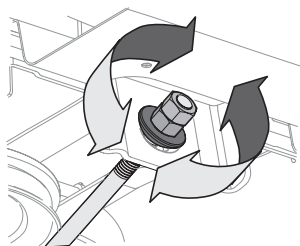

Figure 37
4. Pour **relever** l'avant du plateau de coupe, desserrez l'écrou supérieur, puis serrez l'écrou inférieur (tournez vers la droite) (Figure 37). Une fois le réglage approprié effectué, serrez l'écrou supérieur à un couple de 25-30 pi-lb (34-41 N-m).
5. Pour **abaisser** l'avant du plateau de coupe, desserrez l'écrou supérieur, puis l'écrou inférieur (tournez vers la gauche) (Figure 37). Une fois le réglage approprié effectué, serrez l'écrou supérieur.